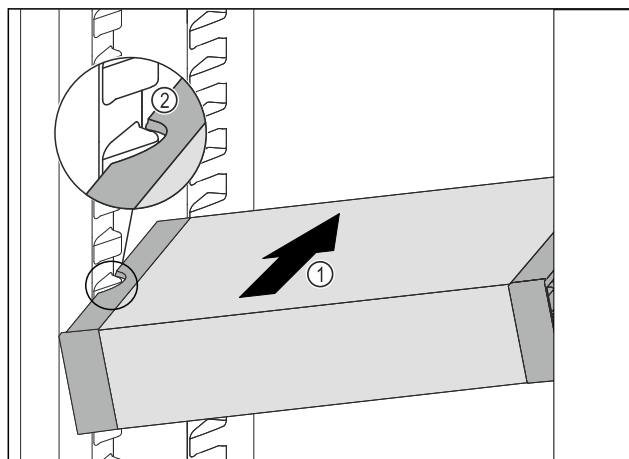

Fig. 123
- Zasuňte VarioSafe do chladničky pod úhlem tak Fig. 123 (1), aby vybrání na bocích Fig. 123 (2) VarioSafe byla na úrovni žebrování na nádoby v chladničce.